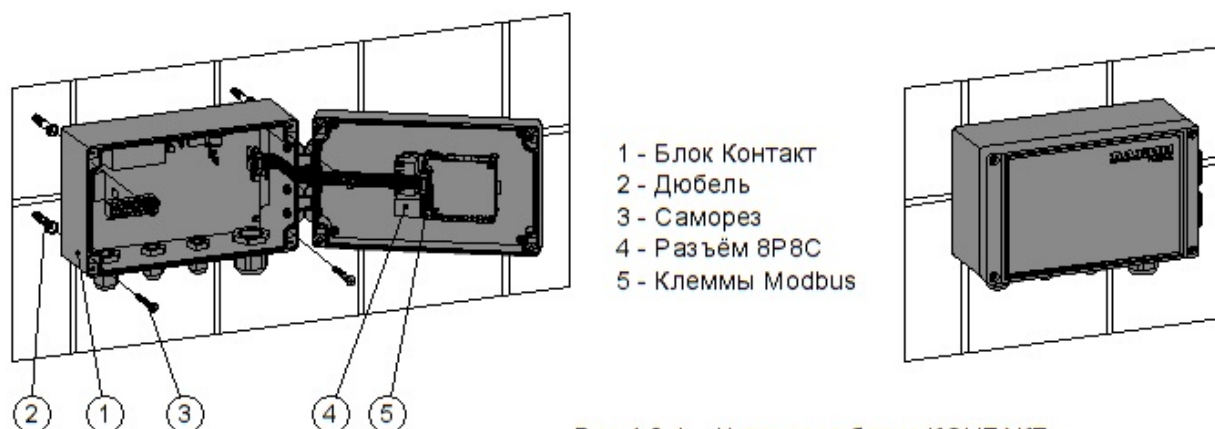

Рис.4.2-1 Установка блока КОНТАКТ
Блок КОНТАКТ устанавливается на стену технического помещения бассейна, как это показано на рис. 4.2-1 настоящего Руководства.
- Вставить через отверстие гермоввода конец кабеля Ethernet в корпус блока КОНТАКТ и подключить коннектор 8P8C в разъём 8P8C на крышке корпуса (см.рис.4.2-1, поз.4);